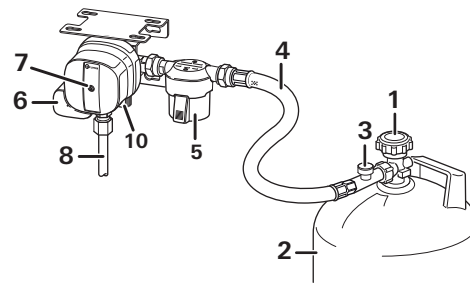

Bild 1a
- Anslut gasolflaskan (2) och kontrollera att slanganslutningen är korrekt ansluten.
- Öppna flaskventilen (1).
- Tryck kraftigt på slangbrottsskyddet (bild 1a – 3) på högtrycksslangen i ca 5 sekunder.
- Om den gula återställningsknappen (7) inte är intryckt (läge "ej driftberedd"), skall crashsensorn återställas.
- Stäng ventilen (1) på den tomma gasolflaskan (2).
- Skruva loss högtrycksslangen (4) från gasolflaskan (2) resp. ta av anslutningsadaptern (om en sådan finns).
- Öppna den fulla gasolflaskans ventil (1).
- Tryck på slangbrottsskyddet (bild 1a – 3) och vid behov på den gula återställningsknappen (7), vrid lätt medurs och håll intryckt i 5 sekunder.
- Skruva fast den högtrycksslang (4) som föreskrivs för landet på ingången till gasfiltret (5) / MonoControl CS och på flaskan (2 / resp. på anslutningsadaptorn).
- Tryck på slangbrottskyddet (bild 1a – 3) och vid behov på den gula återställningsknappen (7), vrid lätt medurs och håll intryckt i 5 sekunder.